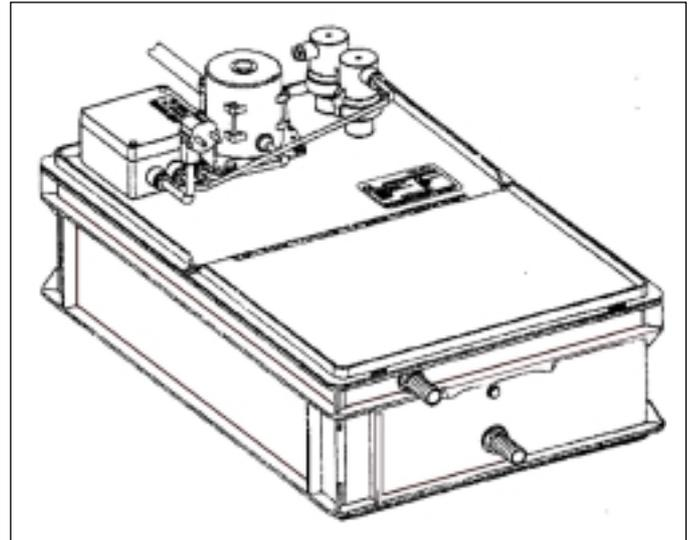

Bild 16 Neutralisationseinrichtung, Typ REM 140
2. Neutralisationseinrichtung Typ REM 140 mit Dosierpumpe (Siehe Bild 16). Das Kondenswasser fliesst in eine Absetzzone und durchströmt anschliessend die Granulatfüllung. Dabei wird das Granulat angelöst und das Kondenswasser neutralisiert (pH-Wert 6,5 bis 10). Danach wird das Kondenswasser mittels einer niveaugesteuerten Pumpe (Förderhöhe 3 Meter) zum Kanal gepumpt.